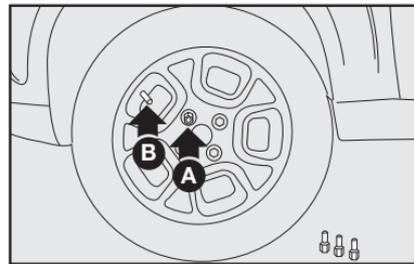

fig. 8
7) Apertar apenas um dos parafusos **A-fig. 8**, em correspondência com a válvula de enchimento **B-fig. 8**.